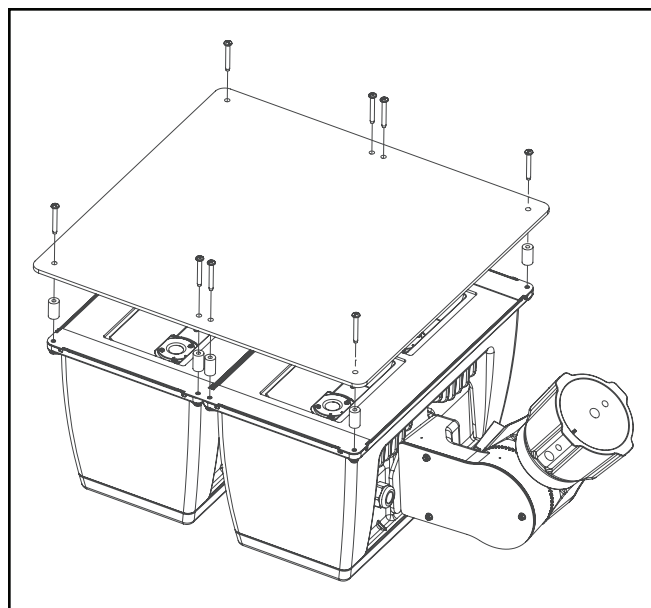

Figure 6
### Protection anti-vandalisme (Figure 6).
1. Desserrez et retirez les (8) vis hexagonales 10-24 sur la partie frontale du luminaire.
2. Alignez les (8) entretoises longues de 22,2 mm (7/8 po) avec les trous existants.
3. Utilisez les (8) vis 10-24 x 38,1 mm (1 1/2 po) pour fixer fermement la protection anti-vandalisme sur la face supérieure du luminaire. (Figure 6).